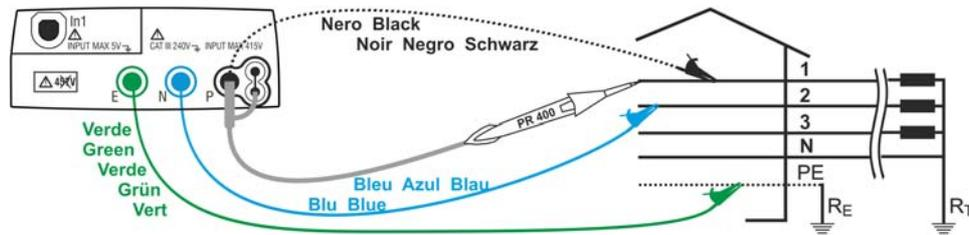
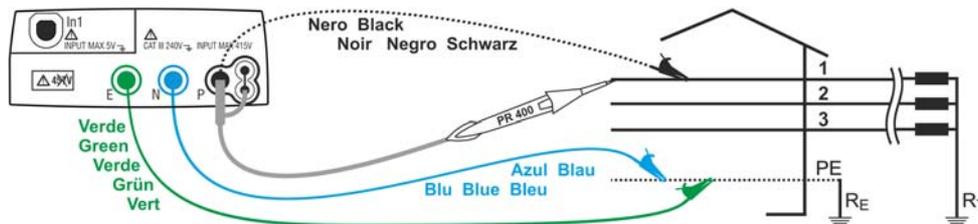

Fig. 18: Medición de la impedancia de línea fase – fase en instalaciones trifásicas 400V + N + PE a través de cables por separado y punta remota
Fig. 19: Medición de la impedancia del bucle de tierra en instalaciones trifásicas 400V + PE (sin N) a través de cables por separado y punta remota
5. Inserte los conectores verde, azul y negro del cable shuko a los tres terminales en los correspondientes terminales de entrada del instrumento E, N, P. Como alternativa utilice los cables por separado e inserte en los terminales libres los correspondientes cocodrilos. Eventualmente utilice la punta remota insertando el conector multipolar en el terminal de entrada P. Conecte la toma shuko, los cocodrilos o la punta remota a la red eléctrica conforme a las Fig. 15, Fig. 16, Fig. 17, Fig. 18 y Fig. 19.